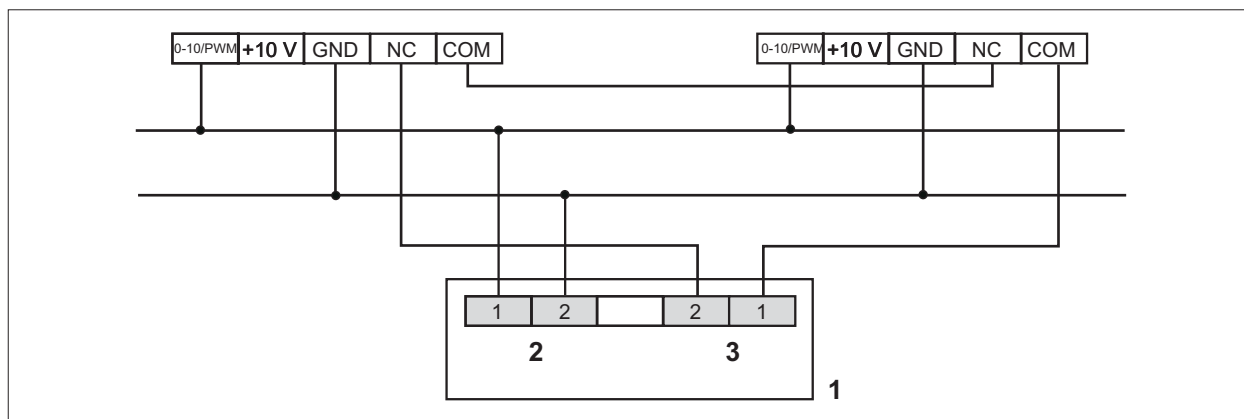

Рис. 6.3 Подключение модуля вентиляции LM2 к воздушонагревателям LH-EC 40 - 100
- ▶ Рис. 6.3 Подключение модуля вентиляции LM2 к воздушонагревателям LH-EC 40 - 100 См.